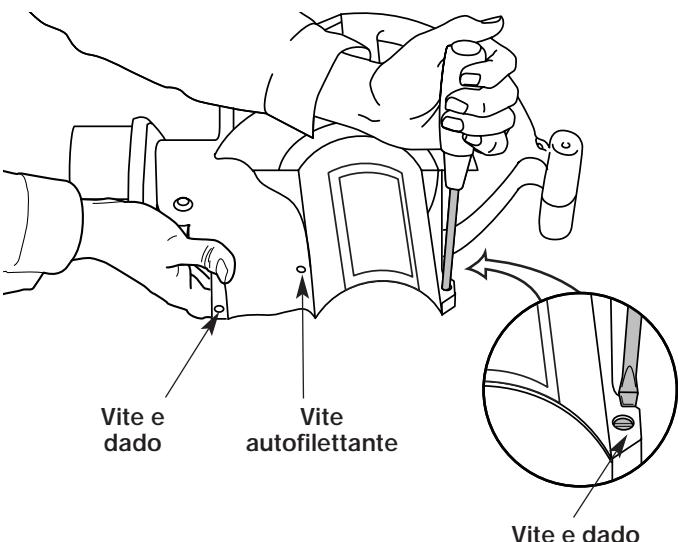

Fig. 2
- Inserire le 2 (due) viti a taglio T20 Torx 8-32 x 3/4" sul lato destro del carter motore ed i 2 (due) dadi sul lato sinistro del carter motore (Fig. 2).
- Installare le 2 (due) rimanenti viti autofilettanti a taglio T20 Torx 8-16 x 3/4" nei fori posti sui due lati del carter (Fig. 2). Serrarle bene ma non troppo.